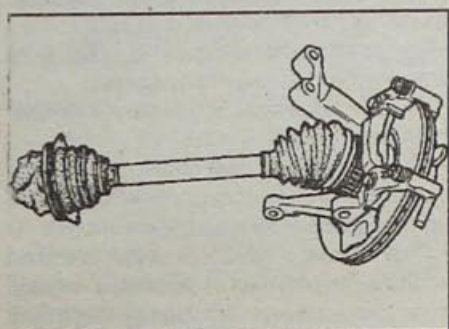

Рис. 2.43. Снятие с автомобиля узла приводной вал – поворотный кулак – тормозной диск
• Снимите болты нижнего крепления амортизационной стойки к поворотному кулаку и снимите узел приводной вал – поворотный кулак – тормозной диск (рис. 2.43).